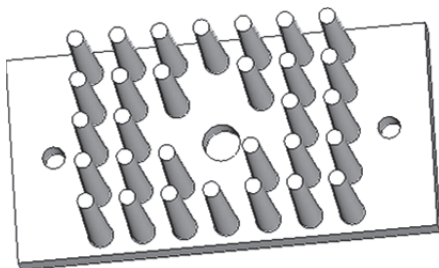

Рисунок 7.6
6. Выберите в меню команду «Операции→Массив→Линейный». В окне «Общие» на вкладке параметров команды укажите вариант «Массив операций». В поле 3D-модели выберите указателем иглу радиатора, в окнах направлений выберите вариант «Количество копий и шаг» и установите шаг — 5, количество копий — 7 и 5 для первого и второго направлений соответственно. Наведите мышь на кнопку «Выбор направления» и в появившемся меню установите параметр «Выбрать все». С помощью команды «Выбор направления» укажите направления, вдоль которых будет создаваться массив, отметив два ребра основания, параллельных осям X и Y . Щелчком на кнопке «Вид сверху» установите вид сверху и удалите 5 иголок в центре радиатора, для чего воспользуйтесь командой «Выбор элементов» в автоменю. Просмотреть результат выполнения операции можно с помощью кнопки «Предварительный просмотр». Завершите ввод данных командой «Завершить ввод» и закончите операцию (рис. 7.6).